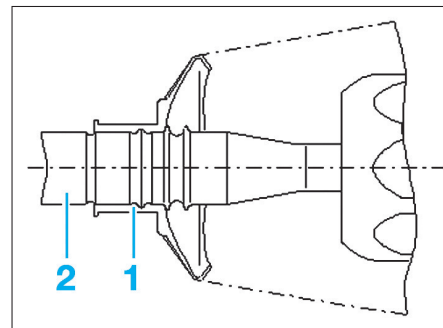

Fig. 16
- Reposer le soufflet neuf (1) en veillant à l'engager correctement sur les gorges de la biellette de direction (2) (Fig.16).